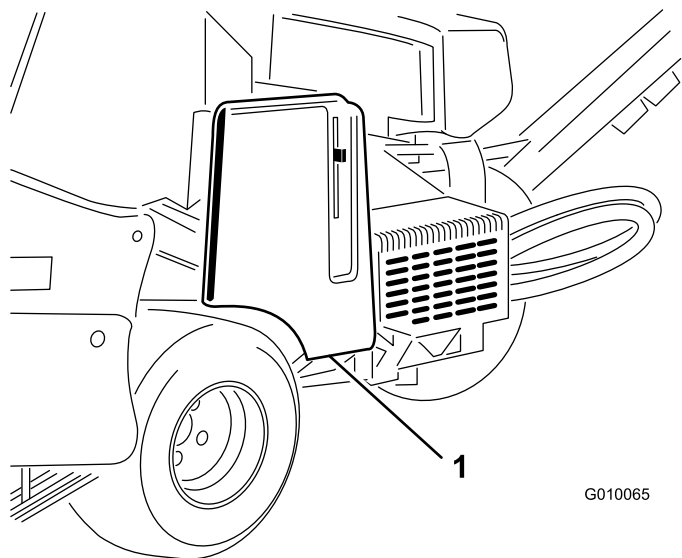

Рисунок 57
2. Расфиксируйте и снимите крышку ремня (Рисунок 57).